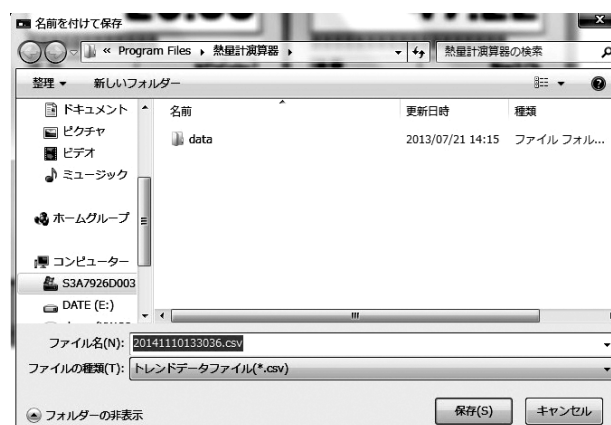

図 9.5.2 ファイル保存画面
4. クリックすると、図9.5.2のウィンドウが開きますので、データを保存する場所を指定してください。